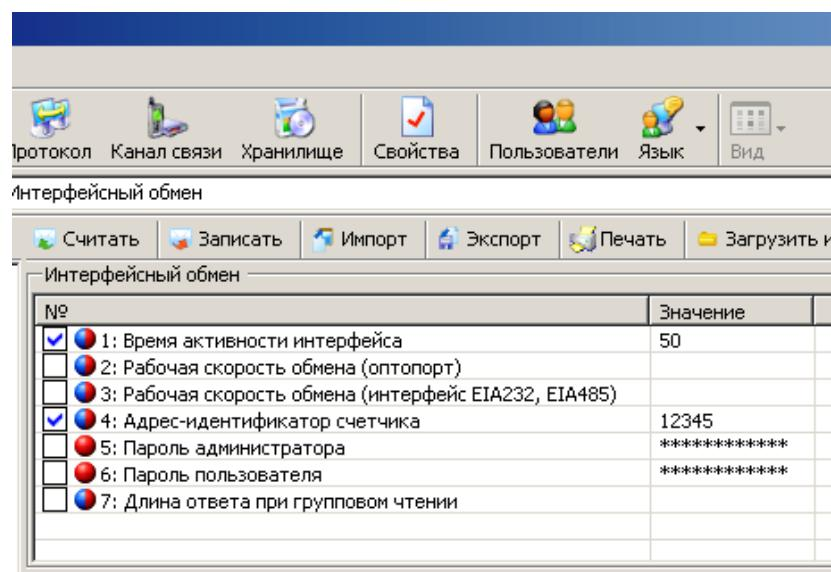

Рисунок 46 – Интерфейсный обмен
- Перейти на вкладку «Общие», чтением параметра «Режим работы счетчика» убедиться, что время ожидания ответа равно времени активности интерфейса (см. рисунок 46).
- Чтением параметра «время активности интерфейса» убедиться, что его значение равно 50 с. (см. рисунок 46).
- Чтением параметра «адрес-идентификатор счетчика» (см. рисунок 46) убедиться, что его значение равно 5 последним цифрам серийного номера, без нулей перед значащими цифрами, т.е. если 5 последних цифры заводского номера имеют вид «00001», то идентификатор равен «1».